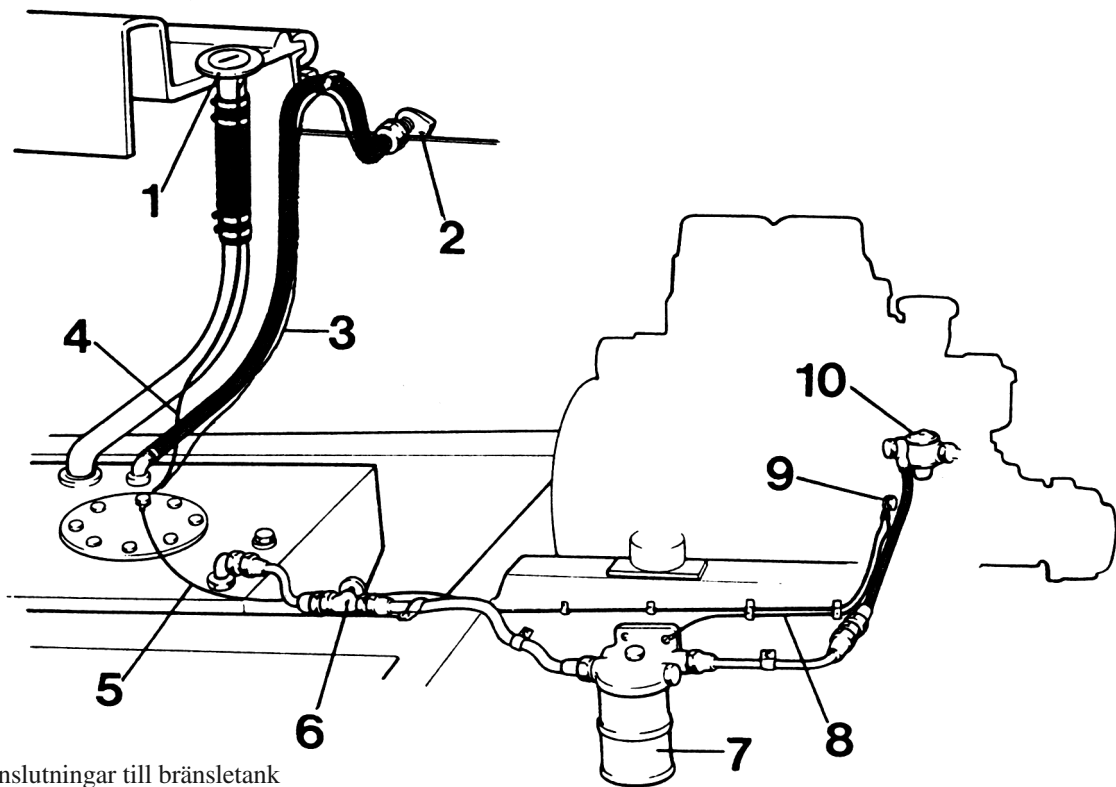
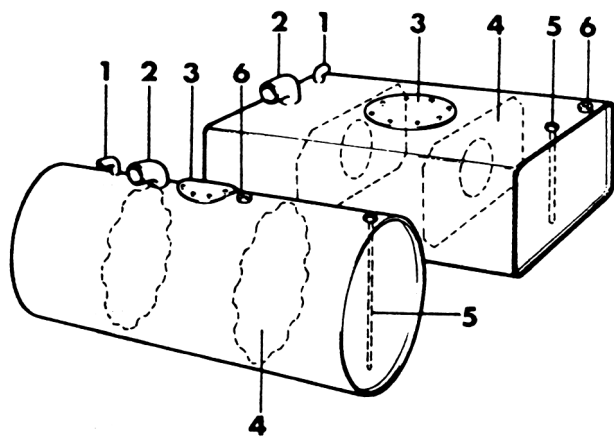

Fig 61. Anslutningar till bränsletank
Fig 62 Exempel på bränsletankar
Fig 61 visar ett komplett bränslesystem.
Överstiger tankvolymen ca 50 liter skall den invändigt vara försedd med skvalpskott. För att kunna kontrollera och rengöra tanken invändigt skall den förses med inspektionslucka (handlucka). OBS! Ur säkerhetssynpunkt skall samtliga anslutningsdetaljer monteras på tankens översida (fig 61) Exempel på bränsletankar, se fig 62.
För att undvika gnistbildning, orsakad av statisk elektricitet, skall tanken förses med en jordledning, vilken ansluts till motorns gods (5 fig 61).
Matarpumpen på motorn (10 fig 61) klarar en sughöjd av
OBS! Påfyllningsbeslaget (i däck) och bränsletanken skall förbindas med en jordledning. Se 4 fig 61 och 1 fig 65.
ledning dras ut genom bordläggningen. Lämpligen kan en flexibel bränsleledning eller glödgat kopparrör användas med min 13 mm (1/2") inv diam. Sista delen av ledningen dras upp i en krök och ansluts till en bordgenomföring. Denna skall placeras på betryggande avstånd från luftventiler och andra öppningar samt så högt över vattenlinjen (belastad båt) att risk för vattenintrång utesluts. Bordgenomföringen skall dessutom vara försedd med en flamddämpare och en jordledning till tanken. Se 2 och 3 fig 61.
6. För att erhålla absolut rent bränsle bör ett extra bränslefilter med vattenavskiljare monteras. Detta monteras på en vibrationsfri plats mellan avstängningskran och matarpump (ej på motorn) på sådant sätt att filtret kan inspekteras. Se 7 fig 61. Filtret bör förses med en jordledning vilken ansluts till motorns gods (8 fig 61).